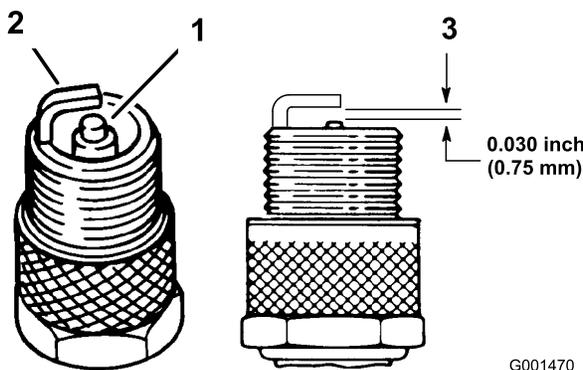

Bild 30
3. Prüfen Sie den Zustand der Seitenelektrode, der zentralen Elektrode und der Isolierung um die zentrale Elektrode, um sicherzustellen, dass nirgendwo Defekte aufgetreten sind (Bild 30).
4. Stellen Sie den Abstand zwischen der Mittel- und der Masselektrode auf 0,762 mm ein (Bild 30). Setzen Sie eine Zündkerze mit dem richtigen
4. Stellen Sie den Elektrodenabstand zwischen der zentralen und der Seitenelektrode auf 0,762 mm ein (Bild 30).